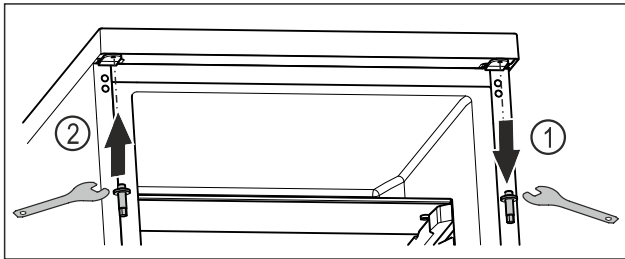

Fig. 22
- ▶ Lironi bulonat e sipërm me çelësin e jashtëm kriket. Fig. 22 (1)
- ▶ Shtrëngoni fort bulonat e anës së kundërt me çelësin e jashtëm kriket. Fig. 22 (2)